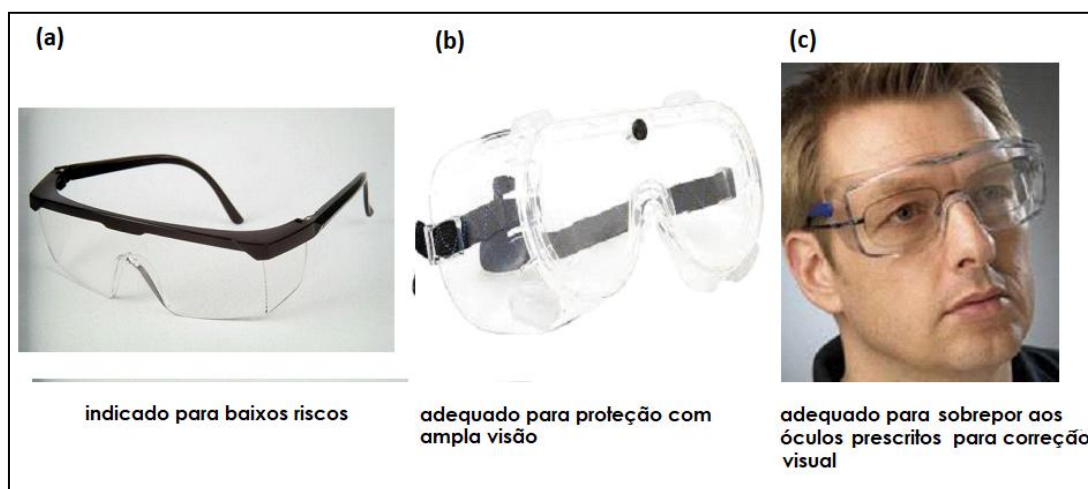

Figura 1: Tipos de óculos de segurança. Fonte das imagens: (a)
- Figura 1:** Tipos de óculos de segurança. Fonte das imagens: (a) <https://cdn.dentalspeed.com/produtos/550/oculos-de-protecao-lente-incolor-ssplus-3635.png>, (b) https://www.dutramaquinas.com.br/view/img/produto/thumbnail/136385_Oculos_de_seguranca_ampla_viso_com_valvulas.jpg e (c) https://www.arco.co.uk/103/content/static/images/safety_glasses.png. 10
- Os óculos de segurança (Figura 1) protegem contra líquidos ou fragmentos projetados em direção aos olhos, mas não os protegem contra vapores ou gases. Os óculos corretivos não são resistentes a impacto, não têm proteção lateral e, normalmente, não têm dimensão suficiente para proteger os olhos. Não são substitutos para os óculos de segurança. Há modelos de óculos que podem ser usados em adição aos óculos corretivos. Escolha um bem confortável, pois você deve utilizá-lo durante a permanência no laboratório.